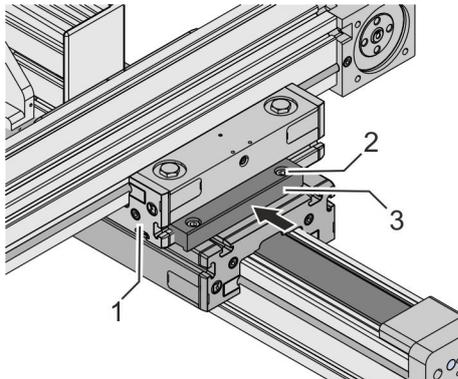

Abb. 26: Klemmleisten befestigen
3. ➔ Baugruppe (Abb. 26/1, z. B. eine kreuzende Einheit) zwischen die Klemmleisten (Abb. 26/3) setzen.
4. ➔ Klemmleisten (Abb. 26/3) von beiden Seiten an die Baugruppe (Abb. 26/1) schieben.
5. ➔ Zwei Schrauben (Abb. 26/2) für jede Klemmleiste (Abb. 26/3) festziehen.